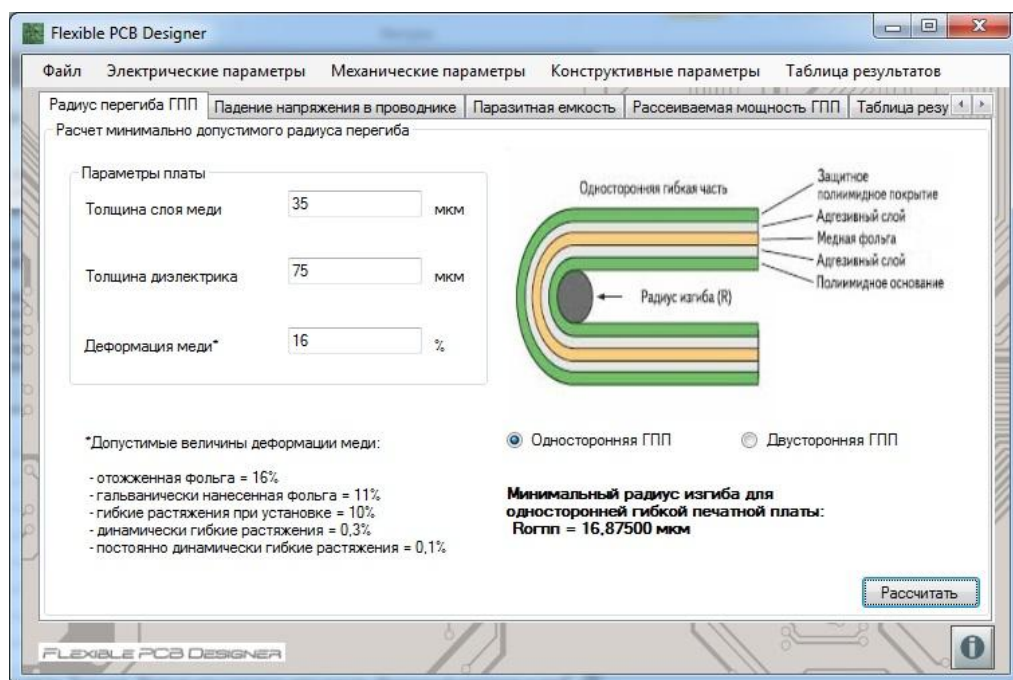
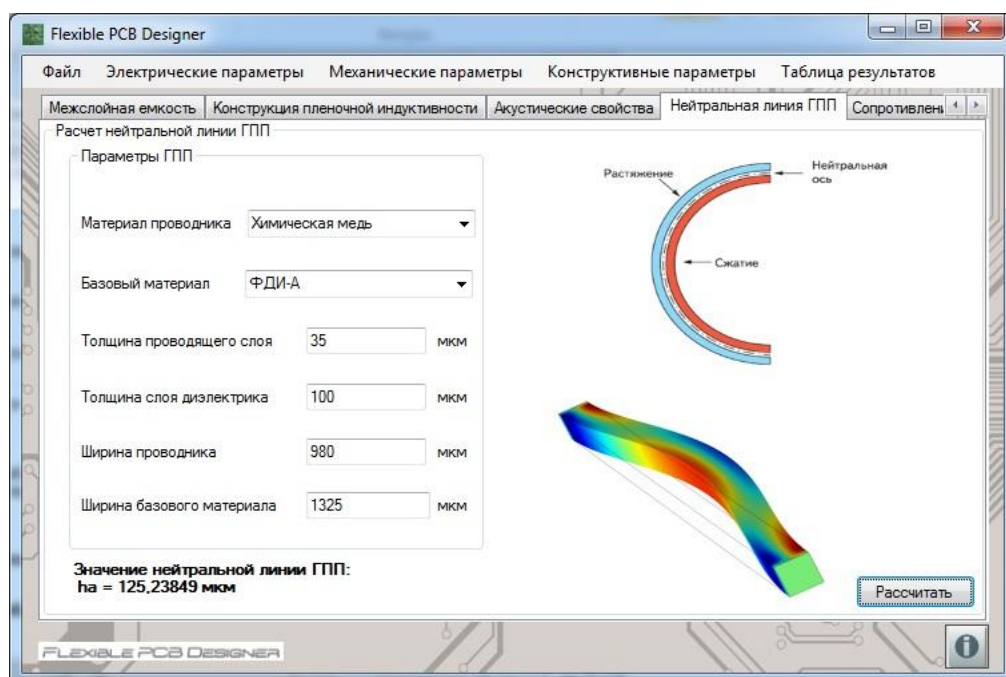

Рисунок 12 – Расчет минимального радиуса изгиба ГПП
Рисунок 13 – Расчет значения нейтральной линии ГПП
- вкладка "Механические параметры", позволяет получить доступ к расчетам минимально допустимого радиуса перегиба ГПП (рис. 12) и значения нейтральной линии ГПП (рис. 13);